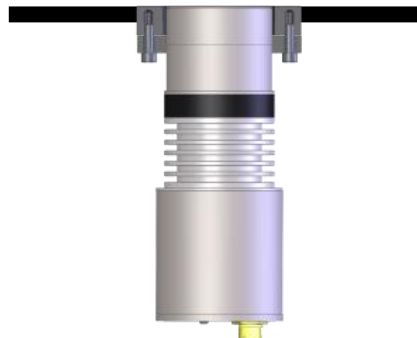

Figure 32: Sonde montée en affleurement
5. Confirmez que la sonde affleure la paroi interne du site d'installation (Figure 32). Réglez la position de la bague de serrage si la sonde n'affleure pas la paroi interne.